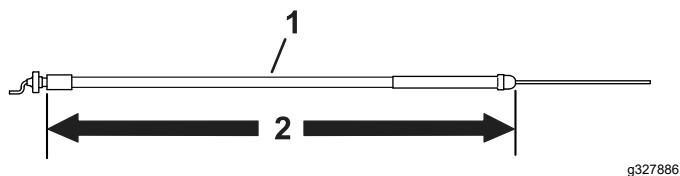

图 9
- 在型号为 04035、04037、04056 和 04060 以外的所有牵引装置中使用 158.3cm 长的油门拉索请参阅图 9。